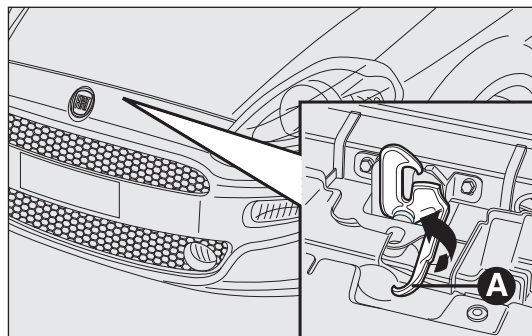

fig. 101
- ☐ tirer la manette A-fig. 101 comme indiqué sur l'illustration ;